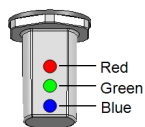

Figura 6: LEDs
- Indicatore LED dell'inverter (See Figura 6) :** Indicare gli stati dell'inverter come descritto nella tabella sottostante: